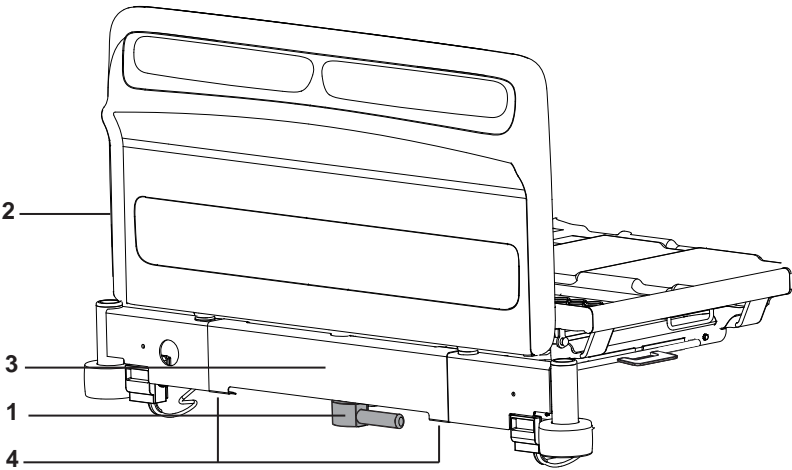
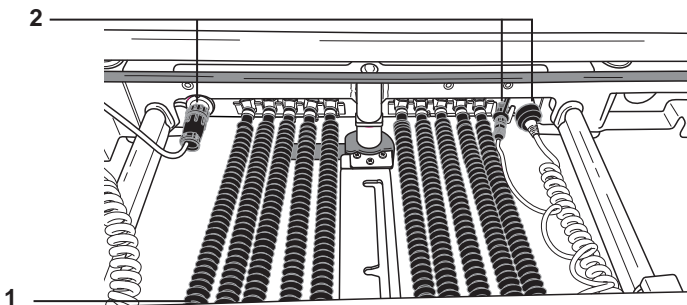

图 1：床脚板和脚端延长段
图 2：配有空气软管和电气接头的脚端延长段盖板
- 4. 拉动脚端延长手柄（如图 1 中的编号 1 所示），滑出床架延长段 (3) 并移除床尾板 (2)。
5. 在床尾找到连接有空气软管（图 2 编号 1）和电气连接器（2）的脚端延长段的盖板（如图 1 中编号 3 所示）。从脚端延长段盖板上断开空气软管和电气连接器。
6. 拧下盖板下侧的两颗十字槽盘头螺钉（如图 1 编号 4 所示），拆除盖板。将盖板和硬件放在储存袋中以防该气垫控制装置接下来被移动。需要重新安装脚端延长段盖板以保护空气软管和电气连接器。